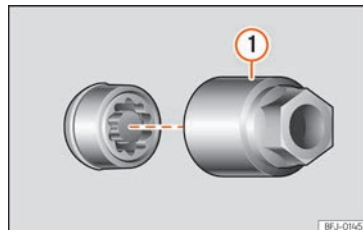

Fig. 34 Tornillo antirrobo de la rueda con capuchón y adaptador.
- Encaje el adaptador especial » **fig. 34 ①** (herramienta de a bordo » pág. 44) en el tornillo antirrobo de la rueda hasta el tope.